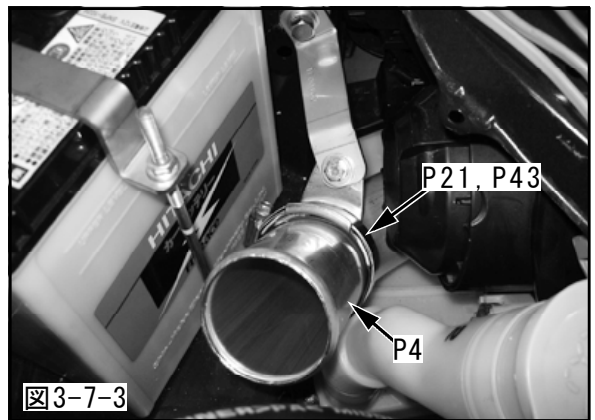

図3-7-3
(3) (1)で仮付けしたパワーフローステーφ60用にインレットパイプNo.3を仮付けしてください。(図3-7-3)